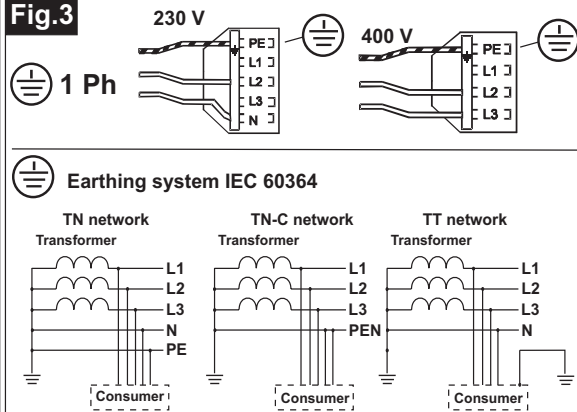

Fig.4
- Жорстко під'єднати мідну пластину з одного боку ремонтованої деталі за допомогою відповідних гвинтів або затискачів або шляхом приварювання до деталі шайби і використання кліщів для затискачів, як показано на Рис.4 **.